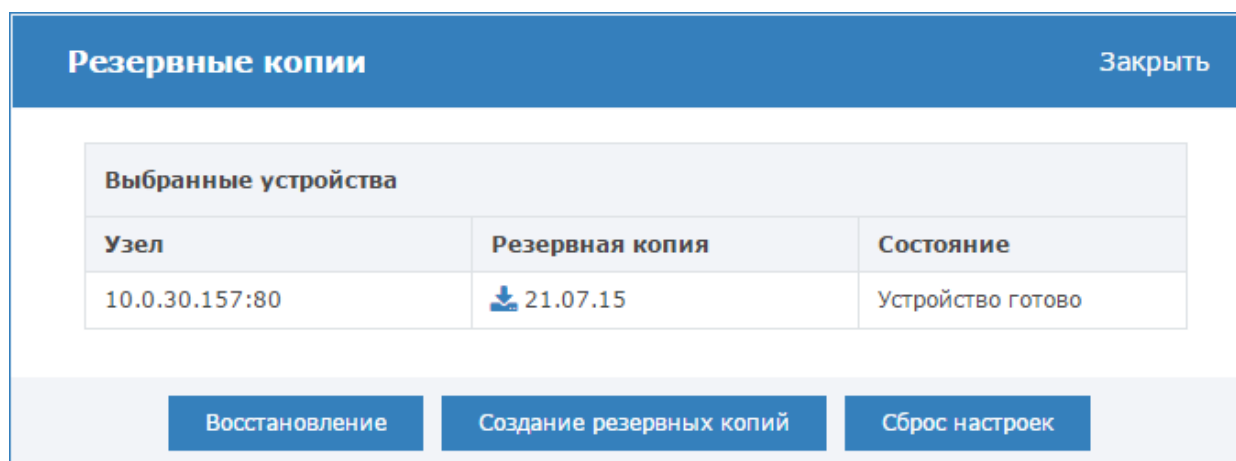

Рисунок 9.76 — Работа с резервными копиями
3. Выберите требуемую команду (рисунок 9.76).